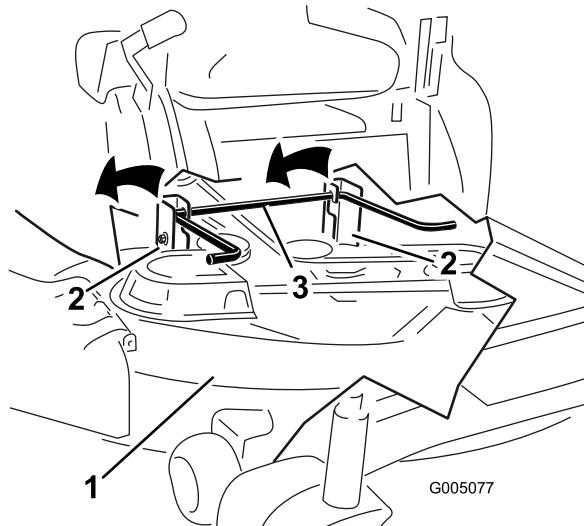

Figure 53
- 5. Soulevez et enlevez le tablier de coupe et les supports de la tige de levage arrière et abaissez la tondeuse au sol avec précaution (Figure 53).
5. Soulevez l'arrière du tablier de coupe et guidez les supports sur la tige de levage arrière (Figure 53).